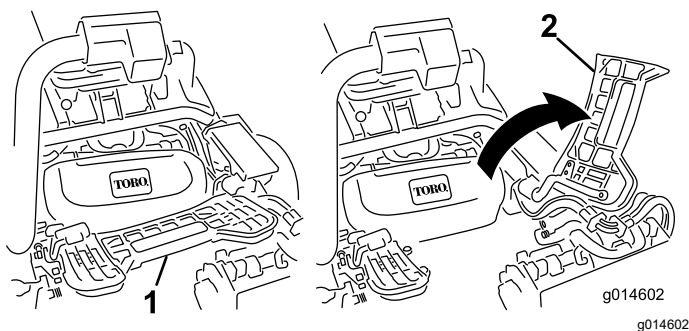

Figura 61
2. Sollevate il poggiapiedi e ruotatelo fino all'apertura, per consentire l'accesso alla posizione dell'apparato di taglio centrale. (Figura 61)